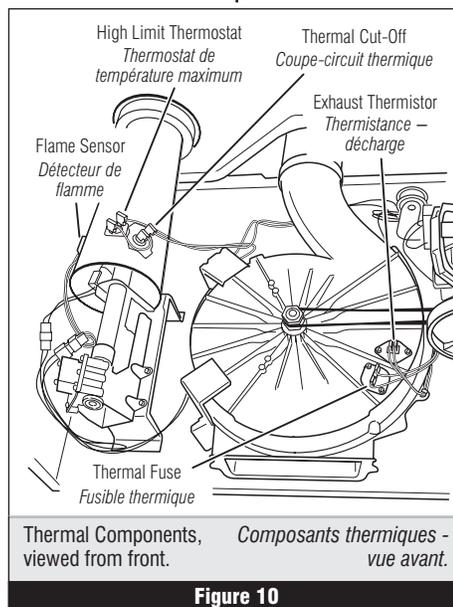

Figure 10
Locate the components using figure 2, page 5, and figure 10.
5. Locate the high limit thermostat and thermal cut-off. See figure 10. Measure the continuity through them by connecting the meter probes on the red wire and blue wire terminals.
À l'aide de la figure 2, page 5, et de la figure 10, identifier les composants.
5. Identifier le thermostat de température maximum et le coupe-circuit thermique; voir la figure 10. Contrôler la continuité à travers eux : connecter l'instrument sur les broches rouge et bleue.
- Check wire connections at the machine control electronics and thermistor. See Accessing & Removing the Electronic Assemblies, page 13, and for thermistor location see figure 10, page 8.
2. Access the thermal fuse by first removing the front panel. See Removing the Front Panel/Drum Assembly, page 13; and for thermal fuse location see figure 10, page 8.
- Contrôler les branchements sur les broches du module de commande électronique de la machine et la thermistance. Voir la page 13 - Modules électroniques – Accès et dépose, et la figure 10, page 8 pour l'emplacement de la thermistance.
2. Ôter le panneau avant pour accéder au fusible thermique. Voir Dépose du panneau avant/ tambour, page 13; et la figure 10, page 8 pour l'emplacement du fusible thermique.
- Using an ohmmeter, check the continuity across the thermal cut-off. See figure 10, page 8 for location.